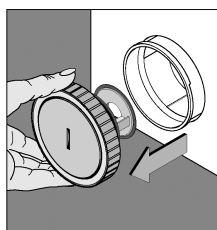

Bild 3
- Dra ur insatsen (se bild 3) och rengör.